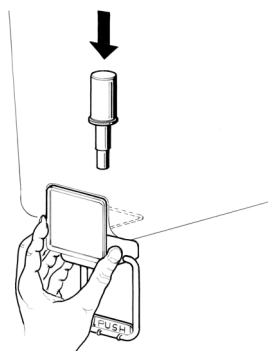

figura 6
**3 Grifo en acero inoxidable por gravedad:** montar la palanca mando grifo y enfilear el pistón unido a la su junta (ver figura 6).